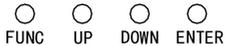

Fig.8
- Premere il tasto FUNC fino a quando sul display non appare [SLA] (fig.8).